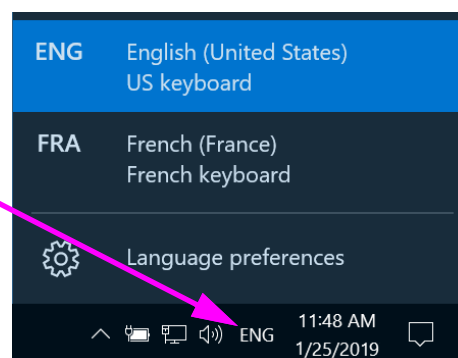

Figure C-21. Menu déroulant des langues – Écran d'accueil (Windows 10)
2. Cliquez sur l'icône à trois lettres pour afficher un menu similaire à celui montré en haut dans la Figure C-21.